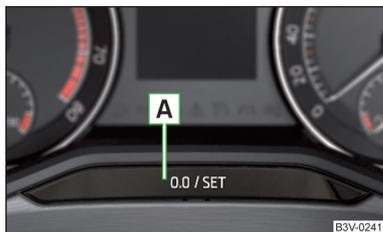

Fig. 35
- Appuyez sur la touche **A** » fig. 35 et maintenez-la enfoncée jusqu'à ce que le menu Service s'affiche sur le visuel.